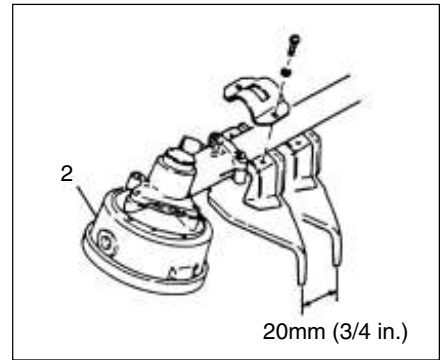

Fig. 1-8C
When using a trimmer head (2), locate the guard above the angle transmission. (Fig. 1-8C)
Quando si usa una testina a filo (2), posizionare il coprilama al di sopra della scatola ingranaggi. (Fig. 1-8C)
Quando usa el cabezal recortador (2), coloque el protector sobre la transmisión del ángulo. (Fig. 1-8C)
Lorsque l'on utilise une tête de coupe (2), veuillez positionner le carter de protection audessus du renvoi d'angle. (Fig. 1-8C)
Bei Einsatz eines Schneidkopfes (2) den Messerschutz über dem Winkelgetriebe positionieren. (Fig. 1-8C)
Vid användning av trimmeren (2) skall skyddet monteras ovanför vinkeltransmissionen. (Fig. 1-8C)